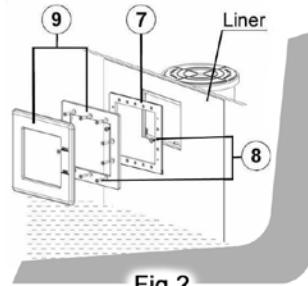

Fig.2
Vor der Montage des Skimmers am Becken, ist das Becken so auszurichten, daß die Prägung, welche zur Skimmeraufnahme dient, der dominierenden Windrichtung entgegengesetzt angeordnet ist (Siehe Bild 2) Damit wird erreicht, daß der auf der Wasseroberfläche des Beckens vorhandene Schmutz vom Wind in Richtung der Öffnung des eingehängten Skimmers getrieben wird.
4.1.1. VORHERIGE BEFESTIGUNG DES ANSCHLUSSSTÜCKES FÜR DEN RÜCKLAUF DES EINHÄNGESKIMMERS (Abb. 2)
Den Reibring und eine der Dichtungen (Abb. 2). in das Anschlussstück für den Rücklauf einführen.
Vom Äußeren des Schwimmbassins aus die andere Dichtung (Abb. 2) in das Gewinde des Anschlussstücks für den Rücklauf, das heraussteht, einführen.
Das Anschlussstück für den Rücklauf fest mit einem Schraubenschlüssel gegen den Körper des Einhängeskimmers anziehen (Nr. 13 Abb. 2).